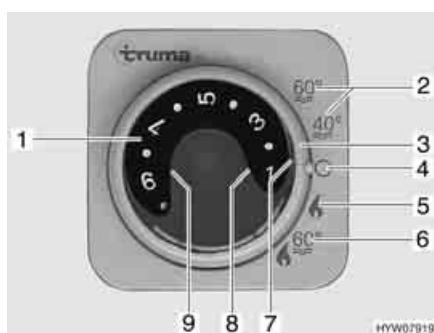

Fig. 167 Centralina di controllo per riscaldamento/boiler
- Impostare la modalità di funzionamento tramite l'interruttore girevole (Fig. 167,3).
A seconda della temperatura ambiente desiderata, il riscaldamento seleziona automaticamente il livello del bruciatore necessario. Al raggiungimento della temperatura ambiente desiderata, il bruciatore si spegne. Durante la modalità di funzionamento "Riscaldamento e boiler" (Fig. 167,6) è riscaldata anche l'acqua nel boiler. Nella modalità di funzionamento "Riscaldamento senza boiler" (Fig. 167,5) è possibile far funzionare il riscaldamento con il boiler vuoto.
■ Impostare la manopola della temperatura (Fig. 167,1) sulla centralina di controllo scegliendo la potenza desiderata.
■ Posizionare l'interruttore girevole (Fig. 167,3) su funzionamento invernale "Riscaldamento senza boiler" (Fig. 167,5) o "Riscaldamento e boiler" (Fig. 167,6).
Si accende la spia verde di controllo (Fig. 167,7).
**Spegnimento:** ■ Posizionare l'interruttore girevole (Fig. 167,3) su "O" (Fig. 167,4).
La combinazione funzionamento a gas e funzionamento elettrico a 230 V diminuisce il tempo di riscaldamento (è possibile solo se il riscaldamento viene impostato sulla centralina di controllo (Fig. 167) su funzionamento invernale).